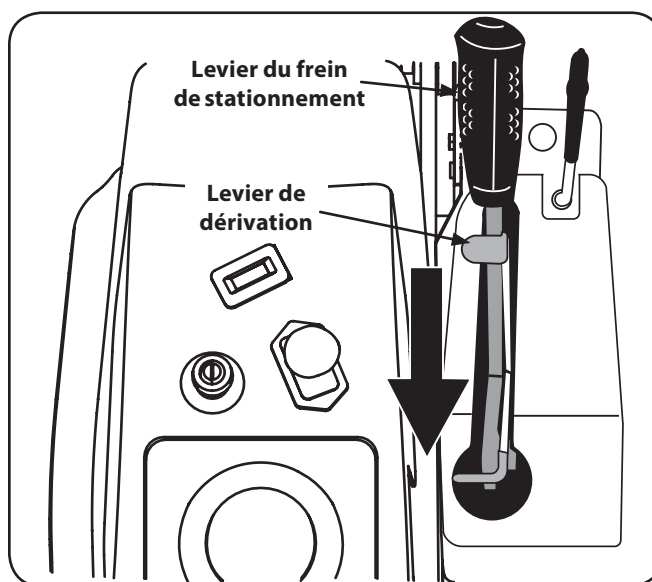

Figure 3-2
4. Déplacez le levier de dérivation vers l'avant pour le libérer du levier du frein de stationnement. Tirez le levier de dérivation complètement vers l'arrière pour engager les soupapes de dérivation. Voir Figure 3-2.